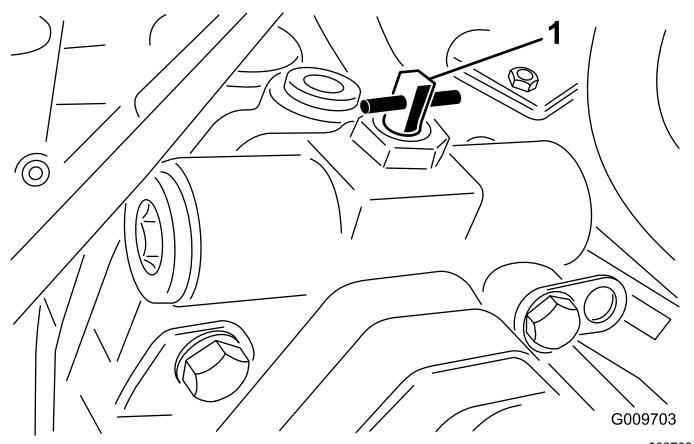

Рисунок 102
6. Перед запуском двигателя закройте боксировочный перепускной клапан, повернув его обратно на 90° ($1/4$ оборота) (Рисунок 102).